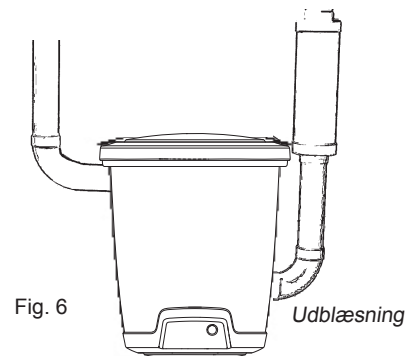

Fig. 6
5. Sæt udstansningsproppen på det udtag, som støvsugerrørets sokkel før sad i. Brug de fire skrue til at holde den på plads. Udblæsningsrøret skal sættes godt fast til væggen for at sikre, at den ikke løsriver sig fra soklen. Husk, at du skal kunne dreje det bøjede rør i forskellige retninger for at sikre en passende røranlægsplan. Forbind derefter udblæsningsrøret og lydæmperen, Fig. 6. Monter centralstøvsugeren, så udblæsningsrøret bliver så kort som muligt, maks. 5 meter. Tag omgivelserne med i betragtning, når du placerer udblæsningen. Derfor bør der altid monteres en lydæmper.